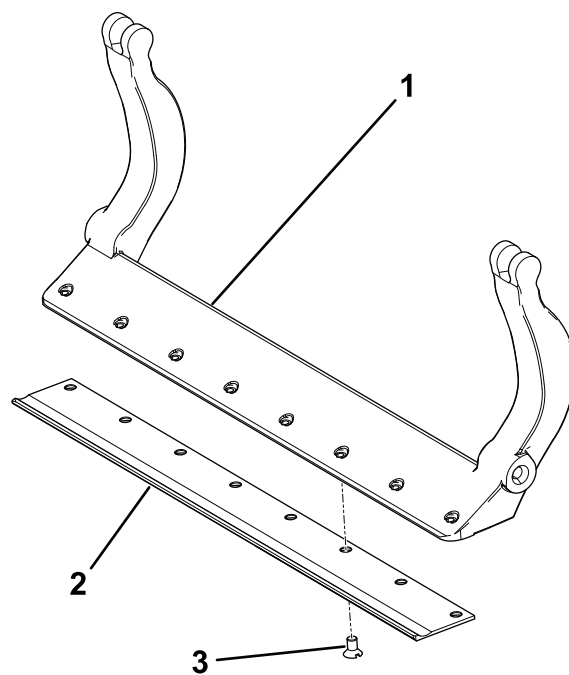

Рисунок 33
- Нанесите противозадирный состав на винты и установите неподвижный нож на планку неподвижного ножа следующим образом (Рисунок 33):